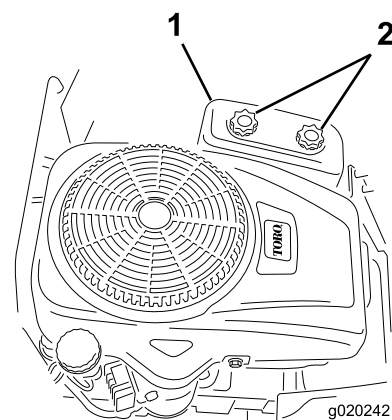

Figure 36
4. Retirez le couvercle du filtre à air en desserrant les 2 boutons (Figure 36).
3. Reposez le couvercle du filtre à air et serrez les 2 boutons (Figure 36).